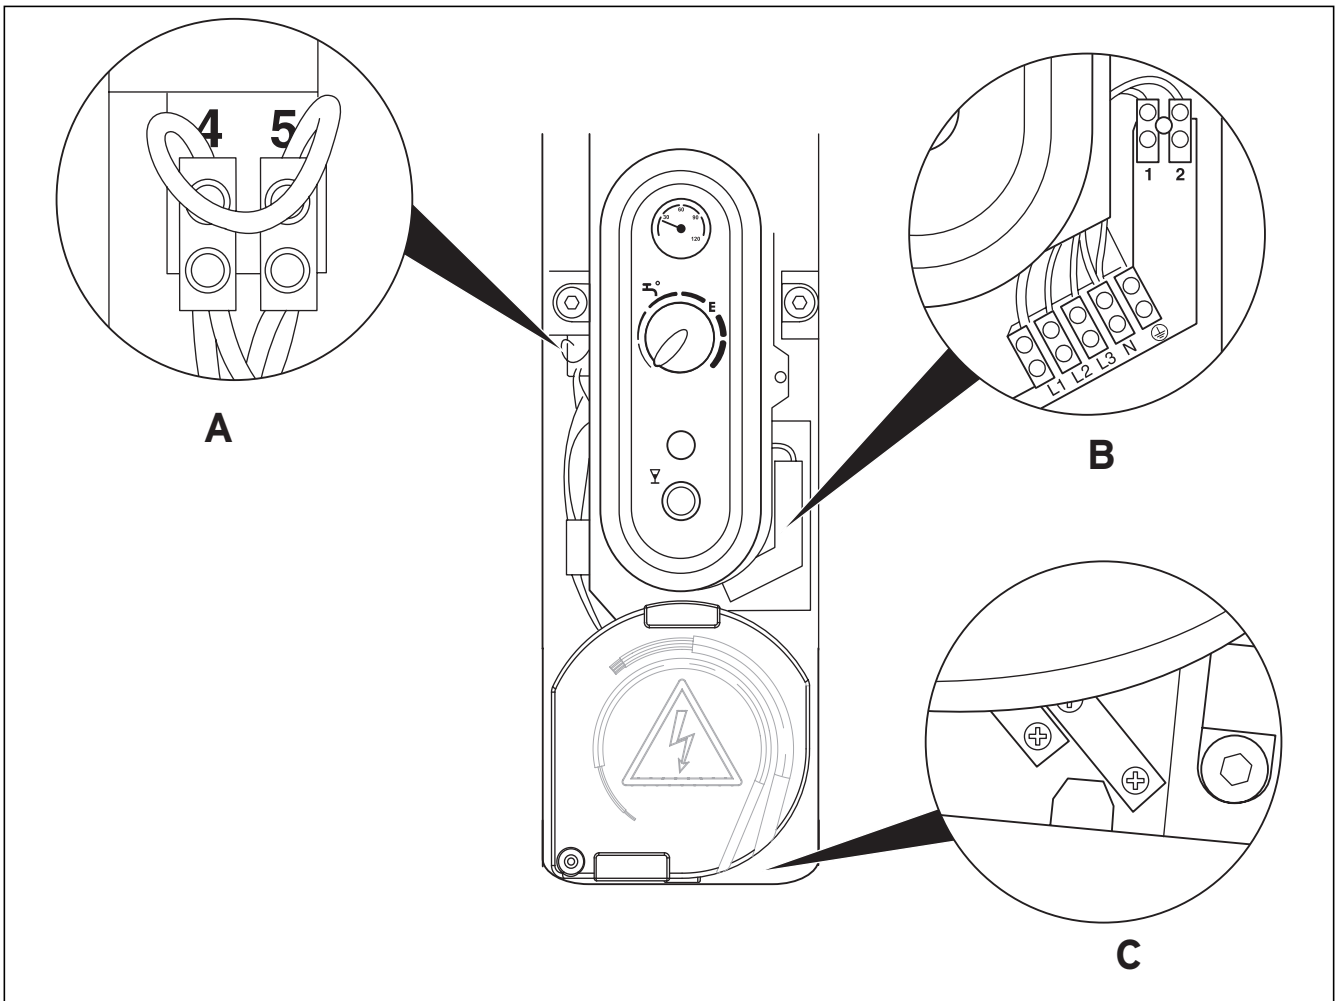

Abb. 8.5 Anschlusskasten
- Führen Sie das Netzanschlusskabel durch die Öffnung unten im Gehäuse (**C**, siehe Abb. 8.5).
- Legen Sie das Kabel in die geöffnete Zugentlastung (**C**, siehe Abb. 8.5).